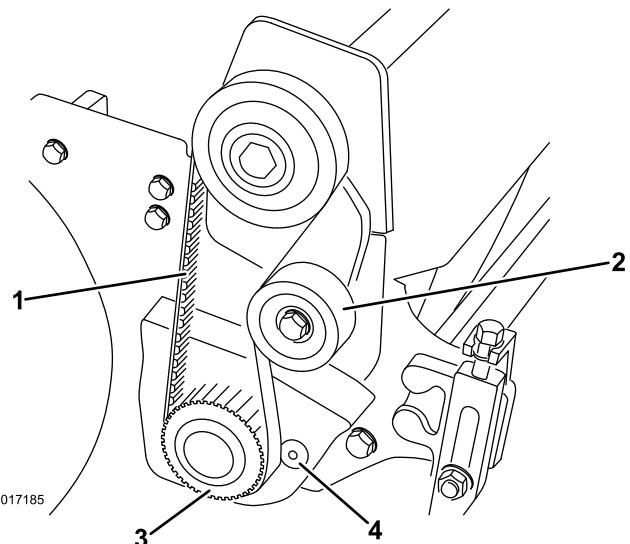

Figure 8
17. Desserrez la poulie de tension pour éliminer la tension de la courroie et retirez la courroie d' entraînement du cylindre des poulies (Figure 8).
18. À l' aide d' un rochet de 1/2" et d' une rallonge, retirez la poulie d' entraînement de l' arbre du cylindre (Figure 8). Servez- vous d' un bloc en bois pour empêcher le cylindre de tourner.
19. Retirez les deux vis de mécanique à tête plate et écrous fixant le couvercle du bras du nettoyeur au logement de roulement et à la plaque latérale (Figure 8). Retirez le couvercle du bras du nettoyeur et mettez la fixation de côté.